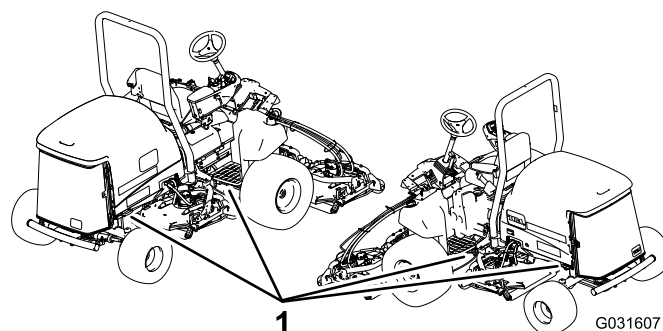

Рисунок 25
5. Для надежного крепления машины к прицепу или грузовику с помощью стропов, цепей, тросов или канатов используйте установленные на машине металлические крепежные проушины (Рисунок 25).